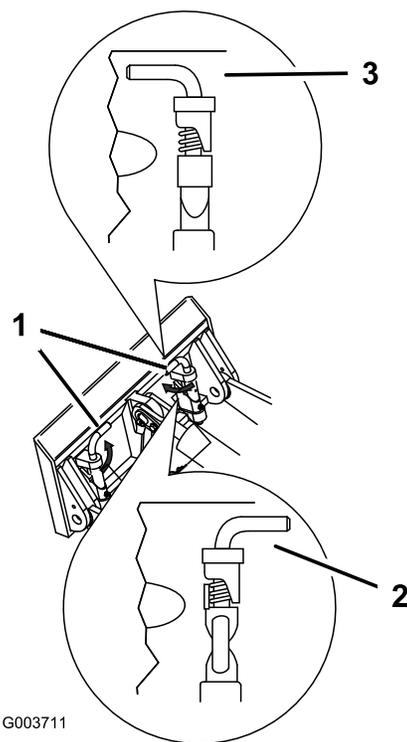

Рисунок 16
- Закрепите быстроустанавливаемые штифты, убедившись, что они полностью вошли в монтажную пластину (Рисунок 16).